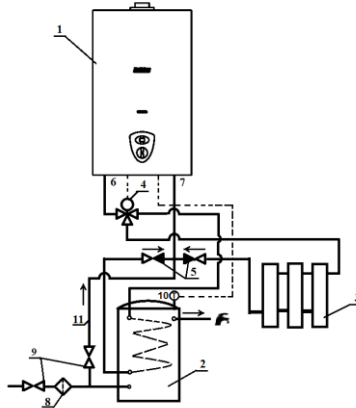

*Рис. 9* Подключение соединительного кабеля к котлу.
- 3) удалить перемычку между двумя разъемами клеммной колодки X5 и X6 (см *Рис. 9*);